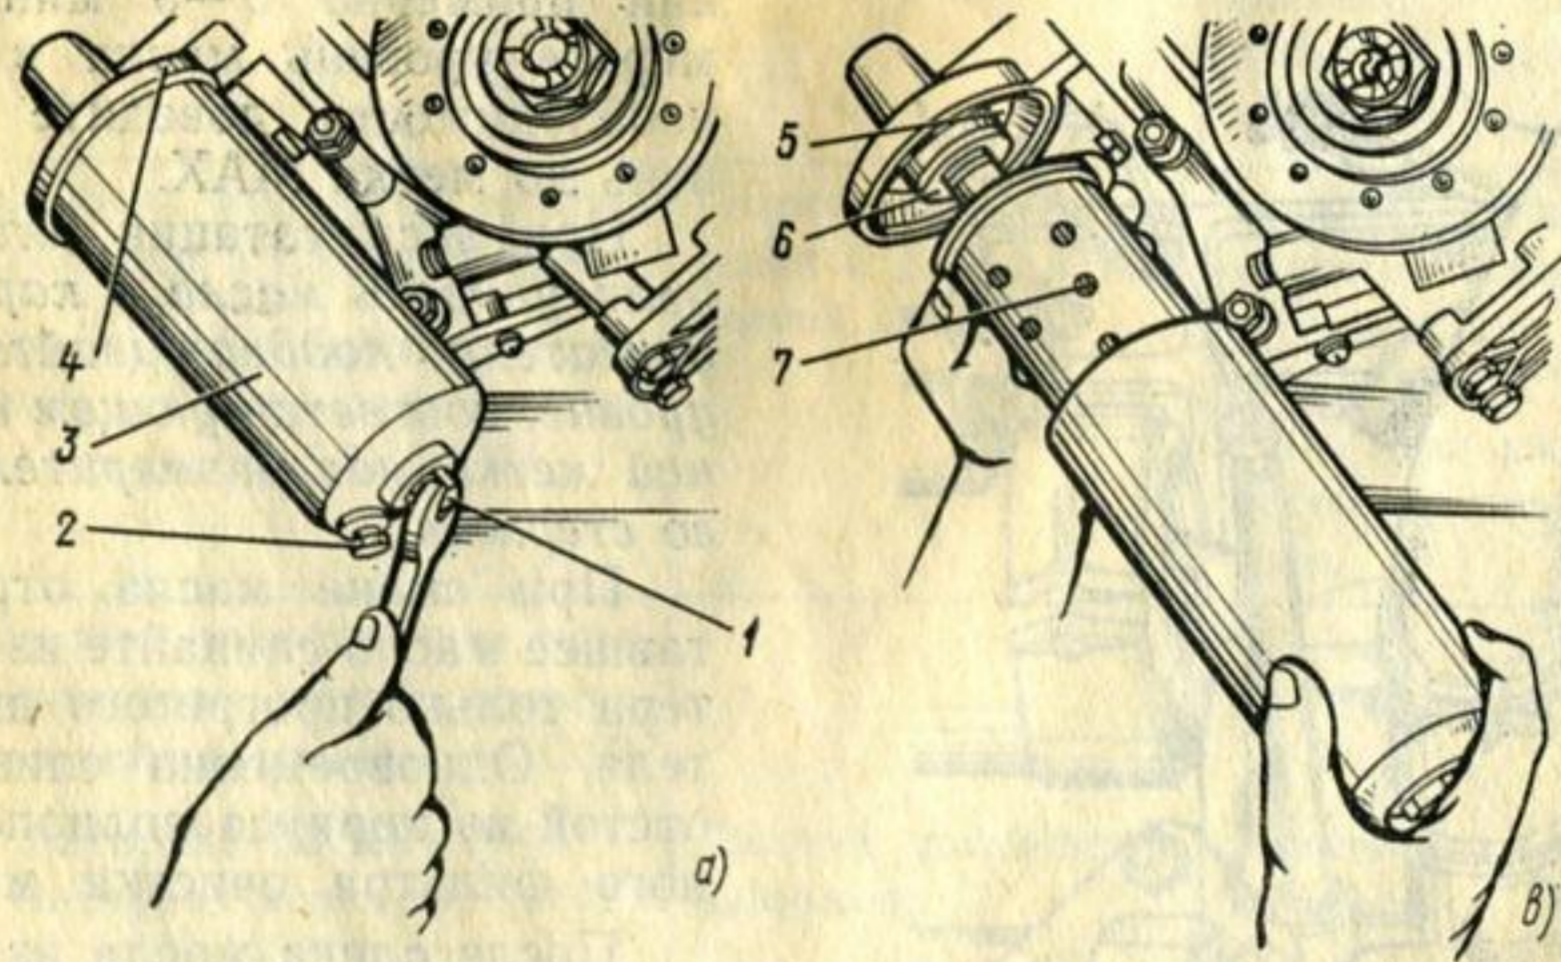

Рис. 38. Замена фильтрующего элемента системы смазки двигателя:
1. Выверните пробку 2 (рис. 38) из корпуса 3 фильтра и слейте отстой.